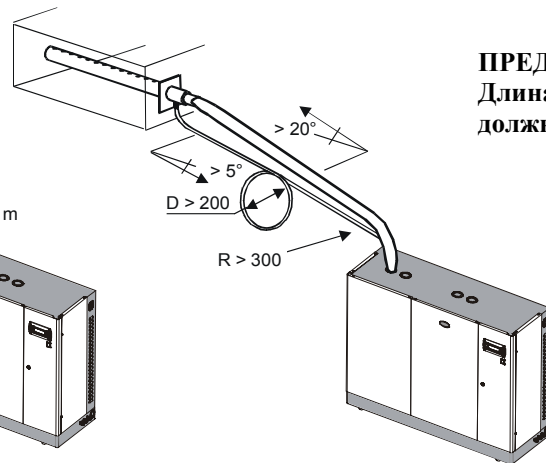

Рис. 4.7
2. Для короткой прокладки (менее 2 м) сгиб радиусом не менее 300 мм, далее подъем вверх под углом не менее 20° (см. Рис. 4.7).